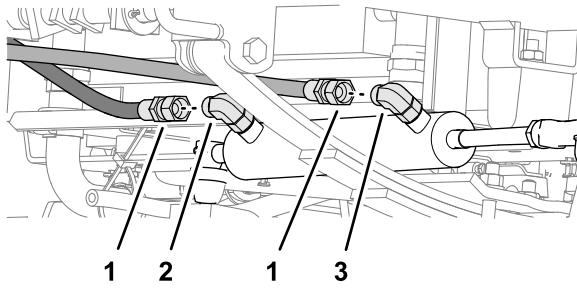

図 73
1. ステアリングシリンダーの拡張ポートと格納ポートのエルボ継手からステアリングシリンダーホースを外します(図 73)。